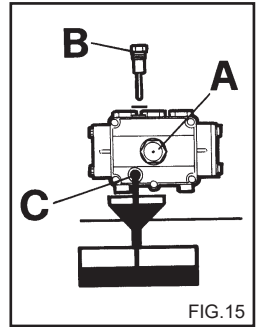

FIG.15
- 1) Skru opp drengsskruen på undersiden av pumpen (fig. 15 C).
- 2) Bruk peilepinnen til å skru av dekslet (fig. 15).